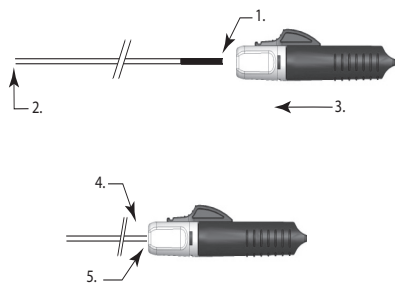
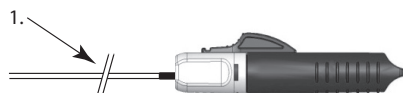

Figura 3
Figura 4
- Tenere l'estremità prossimale dello spingitore dell'impianto in corrispondenza dell'estremità distale dell'indicatore di carico. Far avanzare il dispositivo di distacco istantaneo sopra l'estremità prossimale dello spingitore dell'impianto finché l'indicatore di carico non entra interamente nell'invito e lo spingitore non è saldamente inserito nell'attuatore (fare riferimento alla Figura 3).
Nota: si la tacca dell'indicatore si presenta ancora come nella Figura 4 sottostante, il dispositivo di distacco istantaneo dovrà essere fatto avanzare ulteriormente finché lo spingitore dell'impianto non è completamente inserito nell'invito, come illustrato nella Figura 3.